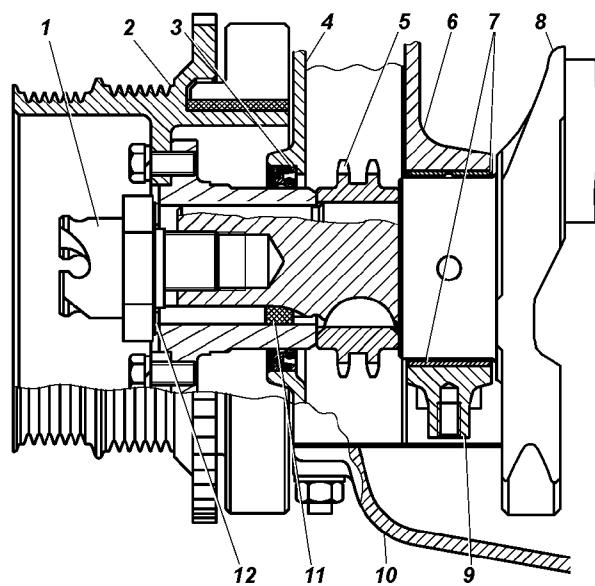

Рис. 4.35. Передний конец коленчатого вала:
- выньте коленчатый вал в сборе со звездочкой 5 (см. рис. 4.35);